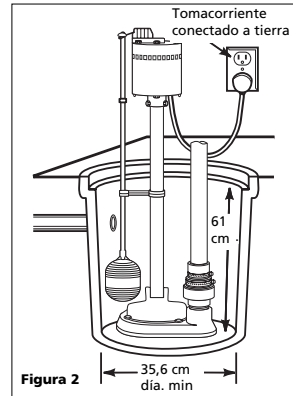

Figura 2
3. Instale la bomba en un pozo de sumidero con el tamaño mínimo que se indica. (Ver Figura 2.) Construya el pozo del sumidero con locetas, concreto, acero o plástico.
4. Ubique la unidad sobre una base sólida nivelada. No coloque la bomba directamente sobre arcilla, tierra, grava o una superficie arenosa. Estas superficies contienen piedrecillas, grava, arena, etc., que pueden obstruir o dañar la bomba y ocasionar fallas en la misma. (Ver Figura 2).